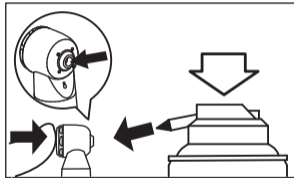

Fig. 11
- 2) Lubrique el dispositivo de sujeción directamente por el orificio de inserción de la fresa. (Fig. 11)